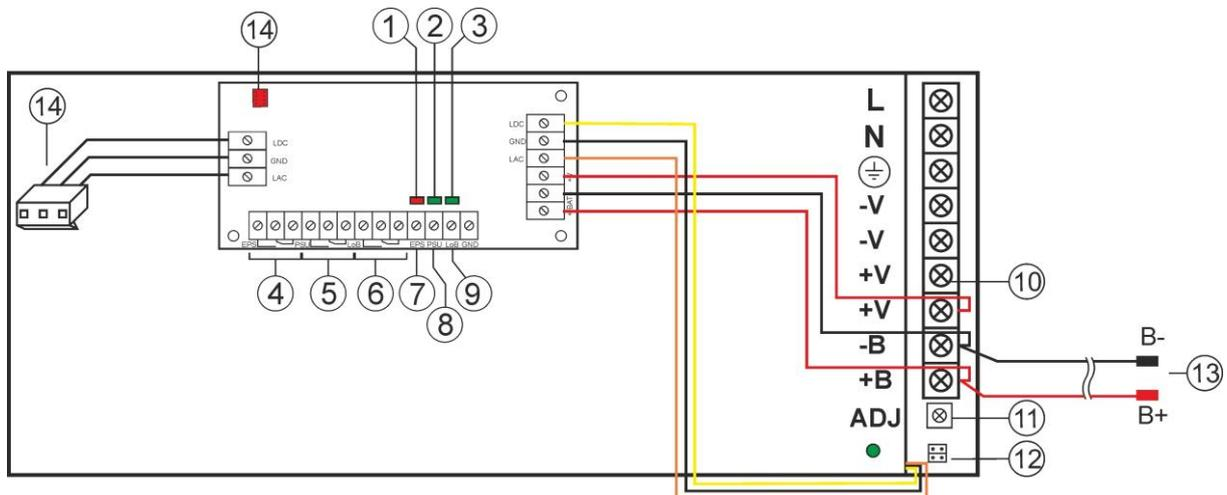

Abb. 2. Ansicht des Netzteils.
Tabelle 1. Elemente des Netzteils (siehe Abbildung 2).
- rote LED (Abbildung 2, Element 1): Bei normalem Zustand (Stromversorgung AC liegt an) leuchtet diese Diode durchgehend. Ein Stromausfall wird durch das Erlöschen der Diode angezeigt.
- grüne LED (Abbildung 2, Element 2): Signalisiert den Zustand der Gleichstromspannung am Hauptausgang des Netzteils. Bei normalem Zustand leuchtet die Diode durchgehend, bei Kurzschluss oder Überlastung des Ausgangs erlischt die Diode.
- grüne LED (Abbildung 2, Element 3): Signalisiert das Niveau der Batteriespannung. Bei normalem Zustand ($U_{BAT} > 11,5V$) leuchtet die Diode durchgehend, bei Absenkung der Batteriespannung ($U_{BAT} < 11,5V$) erlischt die Diode.